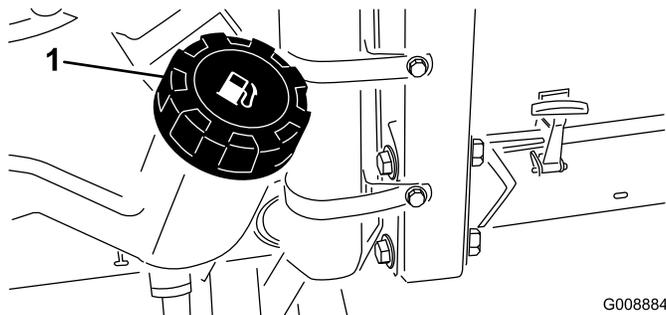

Figura 29
1. Pulite l'area circostante il tappo del serbatoio carburante (Figura 29).